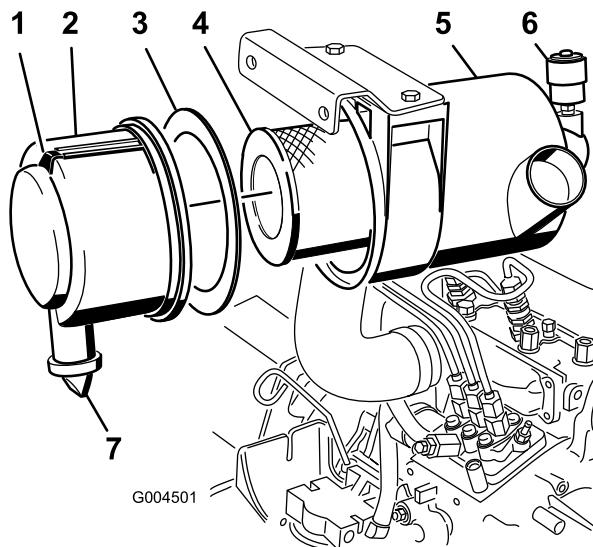

Figura 40
3. Revise el filtro del limpiador de aire cuando el indicador del limpiador de aire se ve rojo (Figura 40).